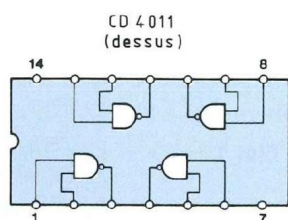

Fig. 3
Livrons-nous à la manipulation dont le schéma de montage nous est proposé par la figure 3 !
Les deux entrées, c et d, de la porte NON OU (2) du CD 4001 sont connectées (ensemble), ce qui a pour conséquence de forcer la sortie de cette porte (2) au niveau 0, lorsque ses entrées c et d se trouvent au niveau 1. Mais un niveau 0 étant appliqué à ses entrées c et d, la porte prend alors le niveau 1 en sortie, comme nous le rappelle sa table de vérité (porte NON OU, figure 3).
La sortie de la porte NON OU (1) est forcée au niveau 1, puisque ses deux entrées sont situées au niveau 0 (table de vérité, figure 3).
Fermions fugitivement le contact de l'interrupteur à bouton-poussoir P ! Nous portons au parfait niveau 1 du (+) alimentation l'entrée a de la porte (1), laquelle était maintenue au niveau 0 du (-) alimentation par R1. Les deux entrées, a et b, de la porte (1) étant alors situées au niveau 1, la sortie de cette même porte prend obligatoirement le niveau 0 (encore la table de vérité, figure 3 !).
L'impulsion "0" apparue en sortie de la porte (1) est répercutée sur les entrées c et d de la porte (2), par le complaisant condensateur C. Les entrées c et d de la porte (2) prenant le niveau 0, la sortie de cette même porte (2) est forcée au niveau 1 (toujours la table de vérité, figure 3 !).